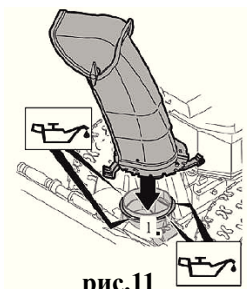

рис.11
- добавьте небольшое количество масла на поворотный узел желоба для выброса снега (см. рис. 11).